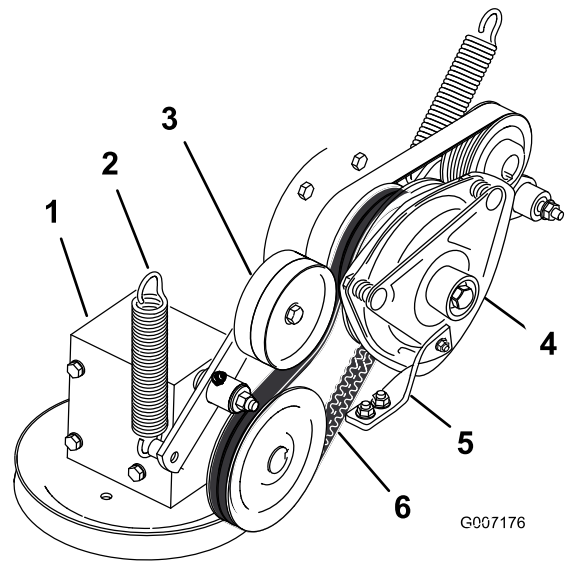

Bild 67
4. Entfernen Sie die Feder vom Spannarm (Bild 67).
7. Verlegen Sie den neuen Zapfwellen-Treibriemen um die Kupplungs- und GetriebeSpannscheibe (Bild 67).
9. Haken Sie die Feder wieder in den Spannarm ein (Bild 67).